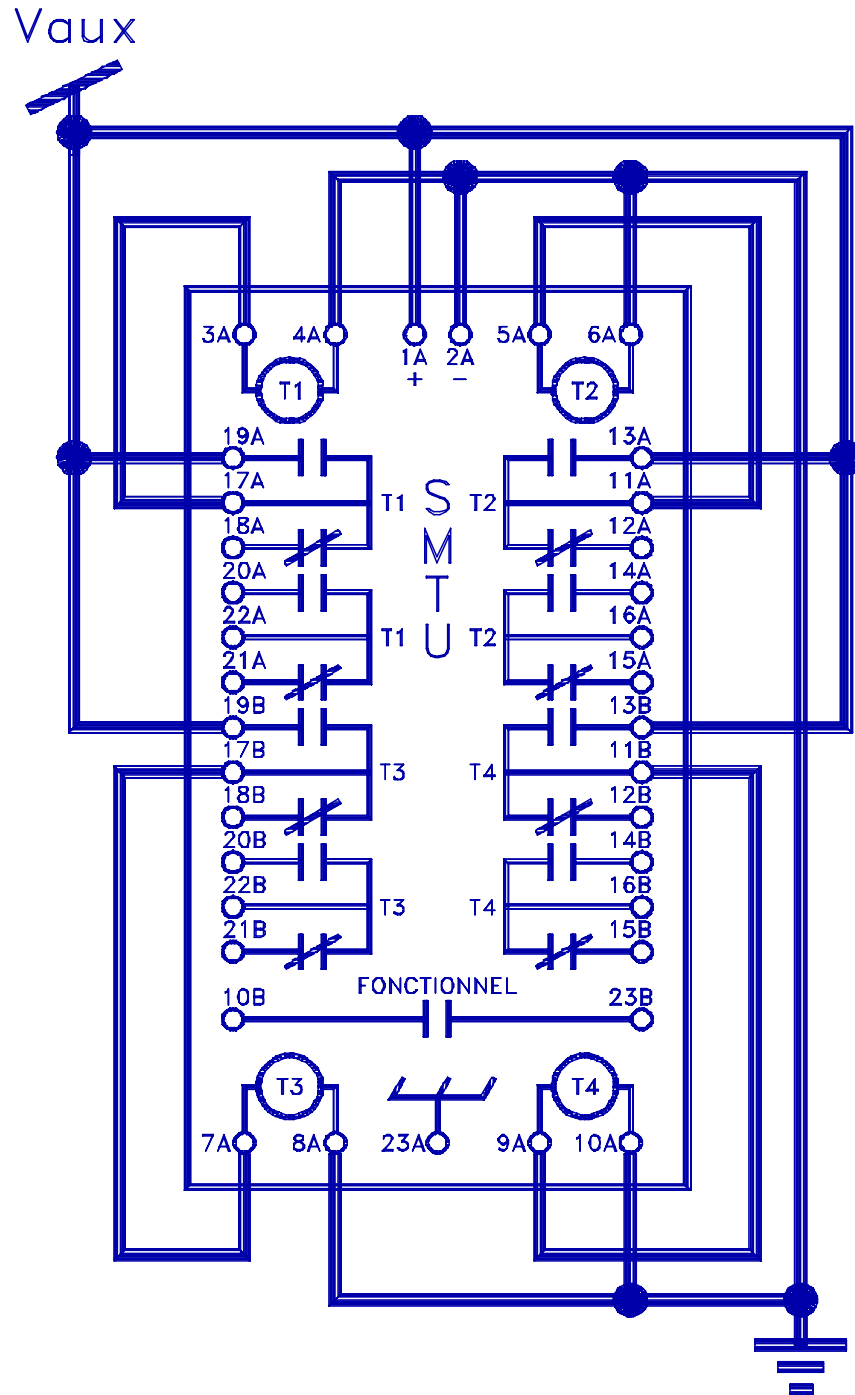

Fig. 11
Le seul réglage s'appliquant au *SMTU* est sa calibration. La calibration du module *SMTU* se fait comme suit. Relier chaque temporisation (4) selon la figure 11 illustrée à la page suivante.